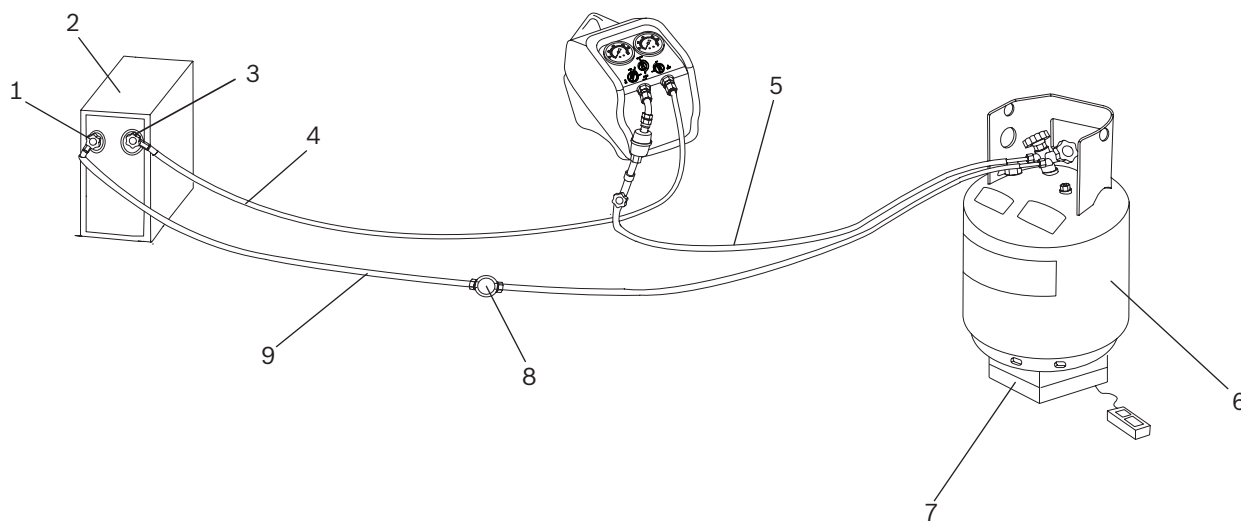

Fig. 2: Recupero push/pull
3. Prima di effettuare qualsiasi collegamento dei tubi flessibili, accertarsi che le valvole di servizio dell'impianto C/A o di refrigerazione, le valvole del gruppo collettore-manometri, le valvole di controllo dell'unità di recupero e le valvole del serbatoio di recupero siano tutte in posizione di chiusura. Inoltre, assicurarsi che la valvola di recupero / spurgo sia in posizione RECOVER (rivolta verso l'alto). Fare riferimento alla Fig. 2.
11. Ruotare la valvola di controllo immissione (blu) dell'apparecchiatura di recupero nella posizione contrassegnata **LIQUID** sul pannello frontale; fare riferimento alla fig. 2. Ruotare l'interruttore principale in posizione **ON** per avviare il recupero.
3. Prima di effettuare qualsiasi collegamento dei tubi flessibili, accertarsi che le valvole di servizio dell'impianto, le valvole del collettore, le valvole di controllo dell'unità di recupero e le valvole del serbatoio di recupero siano tutte in posizione di chiusura. Inoltre, assicurarsi che la valvola di recupero / spurgo sia in posizione **RECOVER** (rivolta verso l'alto). Fare riferimento alla Fig. 2.